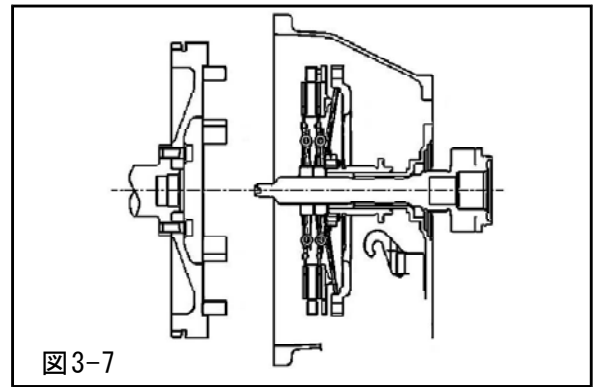

図3-7
- (7) (6)で組付けたクラッチカバーと(5)で組付けたディスク、プレート類をベルハウジング側に取り付け、トランスミッションのベルハウジング部をエンジンに組付けます。(図3-7)